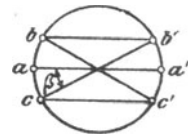

Fig. 172.
**Elektromotorische Kraft.** Ist  $m = 3$  die Anzahl der Nuten pro Pol und Phase, so gehen von den durch den Strom erzeugten Kraftlinien in einem bestimmten Augenblick alle durch die in  $aa'$  (Fig. 172) liegenden Windungen, während durch die Windungen in  $bb'$  beziehungsweise  $cc'$  weniger Kraftlinien gehen. Ist  $\Phi_1$  die Kraftlinienzahl, die durch  $aa'$  geht, so gelangen durch  $bb'$  resp.  $cc'$  nur  $\Phi = \Phi_1 \cos \beta$  Kraftlinien. Bei  $m = 3$  und  $p = 1$  ist z. B. die Nutenzahl  $k_1 = 3 \cdot 6 = 18$ , also